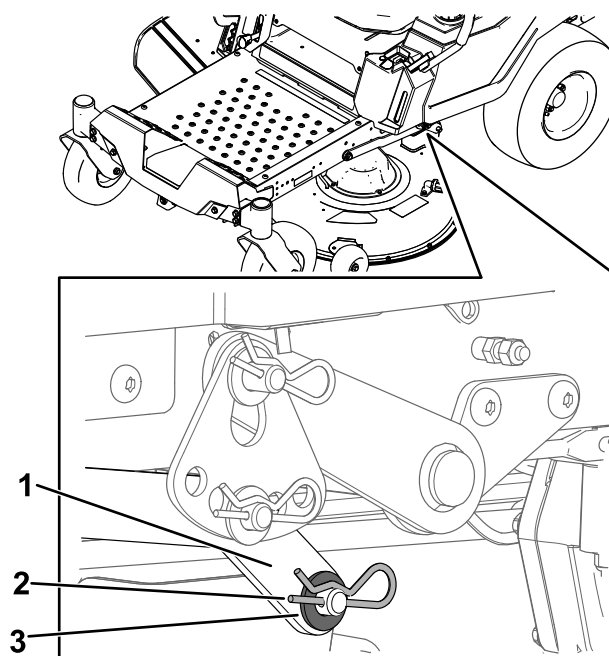

Figura 66
6. En un lado de la máquina, retire la arandela y la chaveta del pasador de la carcasa (Figura 66).
7. Retire el brazo de elevación del pasador de la carcasa (Figura 66).
5. En un lado de la máquina, levante la parte trasera de la carcasa de corte e instale el brazo de elevación en el pasador de la carcasa (Figura 66).
6. Instale el brazo de elevación usando la arandela y la chaveta (Figura 66).